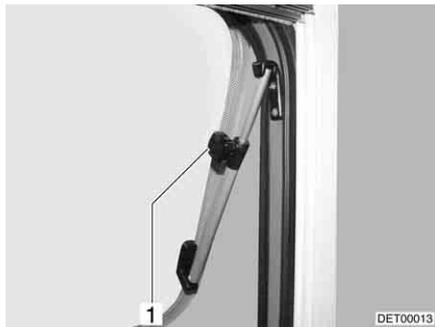

Fig. 53 Finestra apribile con deflettore a rotazione
- Aprire la finestra apribile fino alla posizione desiderata e fissarla mediante il pomello zigrinato (Fig. 53,1).
- Ruotare il pomello zigrinato (Fig. 53,1) fino a che l'arresto viene sbloccato.